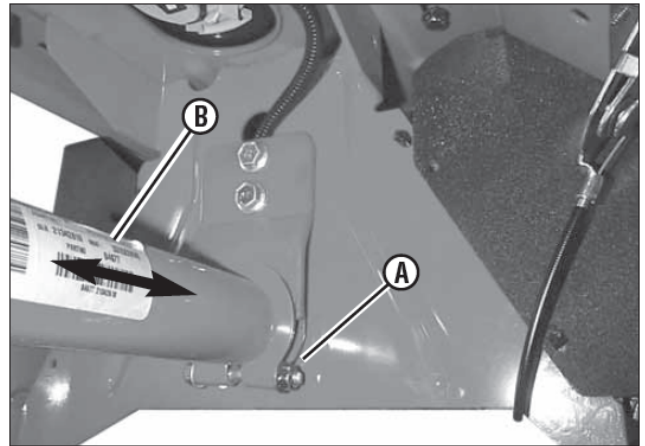

Рис. 37. Регулировка ремня режущей деки
- Ослабьте крепеж (А, рис. 37) зажима, фиксирующего переднюю раму (В) к задней части корпуса.